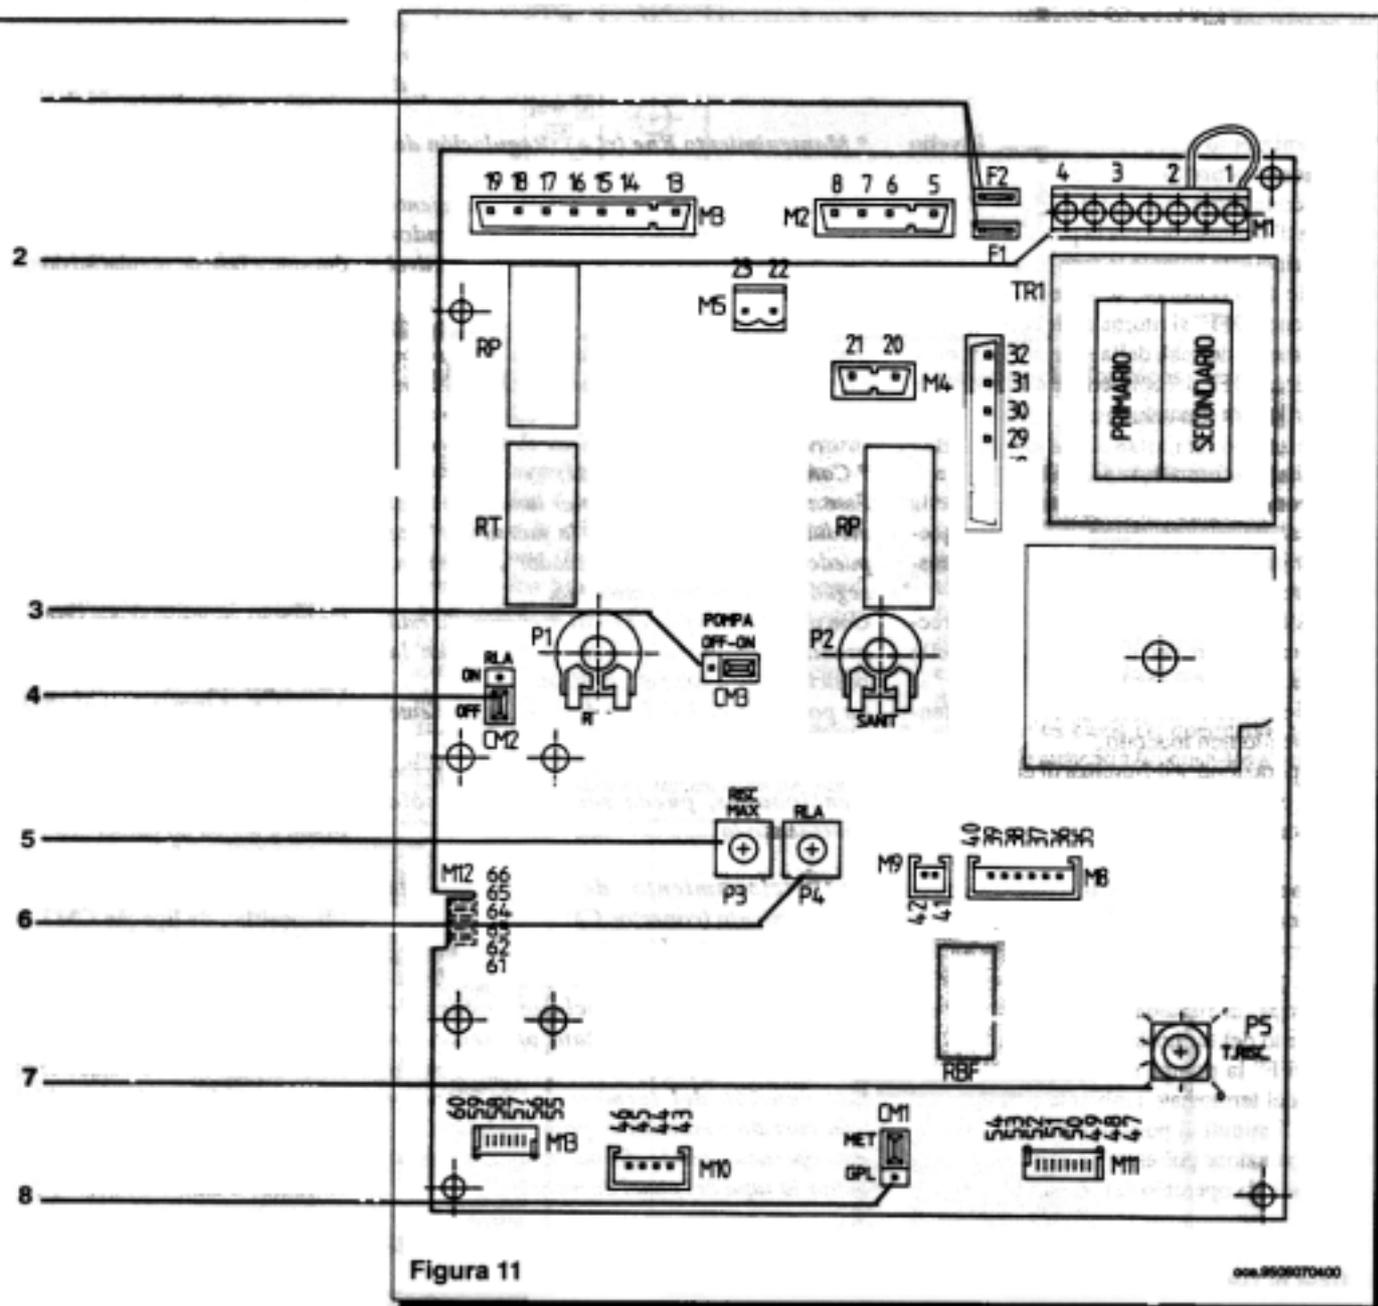

Figura 11
- collegare il motore del programmatore al connettore M1 della scheda elettronica principale (morsetti 3 e 4 di figura 11 a pagina 25);